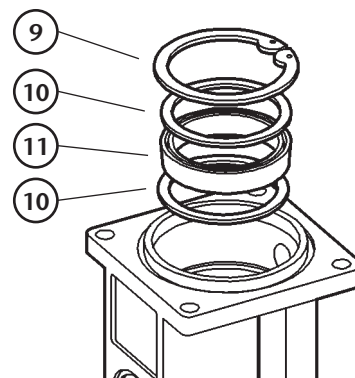

Fig. 10
5. Remove the pump piston (8) and dismount the circlip (9), the washers (10) and the seal (11) (fig. 10). Check the pump piston for scratches and replace damaged parts.
6. Assemble the pump following the previous instructions, reversing each step. Use sealer on the threads of the inverting set (4).
5. Quitar el vástago (8) y desmontar el anillo de seguridad (9), las arandelas (10) y el collarín (11) (Fig. 10). Verificar que el vástago no esté rayado y sustituir piezas deterioradas.
6. Volver a montar en orden contrario. Aplicar sellador en la rosca del conjunto inversor (4).
5. Retirer le piston (8) et démonter l'anneau de sécurité (9), les rondelles (10) ainsi que le collier (11) (voir Fig.10). S'assurer que le piston n'est pas rayé et remplacer les pièces endommagées si nécessaire.
6. Remonter le tout en suivant le processus inverse. Appliquer de la pâte d'étanchéité au niveau du filet de l'ensemble inverseur (4).
5. Den Kolben (8) entfernen und den Sprengring (9), die Beilagscheibe (10) und die Dichtung (11) zerlegen (Bild 10). Kolben auf Kratzer prüfen. Evtl. beschädigte Teile ersetzen.
6. Gemäss dieser Anleitung den Zusammenbau Schritt für Schritt in umgekehrter Reihenfolge durchführen. Das Gewinde am Umkehrschalter (4) abdichten.